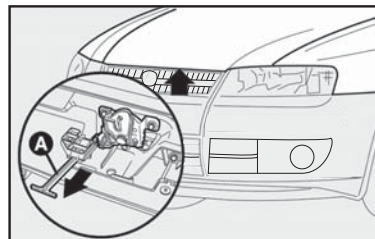

fig. 118
2) Puxar a alavanca **A-fig. 118** e levantar o capô.